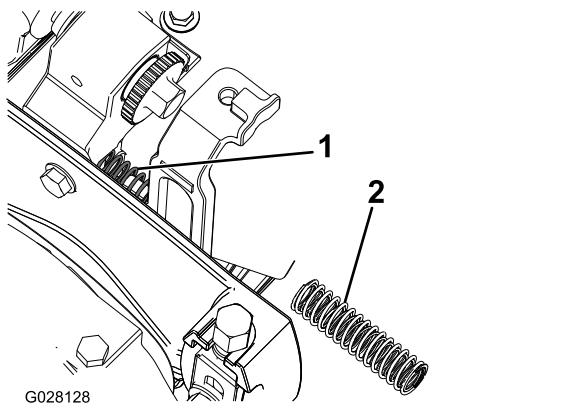

Figura 7
5. Utilizzate pinze a punta lunga per rimuovere le molle di compressione preesistenti su entrambi i lati dell'apparato di taglio e sostituitele con le nuove molle di compressione interna ed esterna (Figura 7).